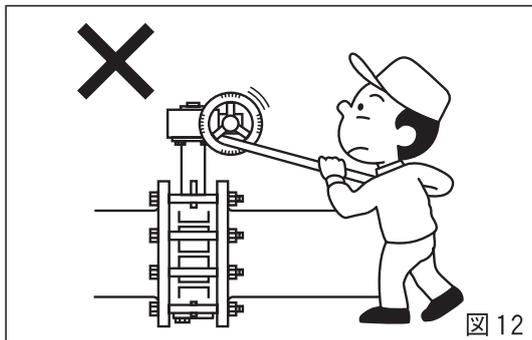

図 12
- ⊘ ハンドル操作時の注意：ハンドルの操作は必ず手で行ってください。ハンドルにレバーなどをかけたり、二次的な道具を使って開閉すると、故障の原因となりますので、絶対に避けてください。(図12)